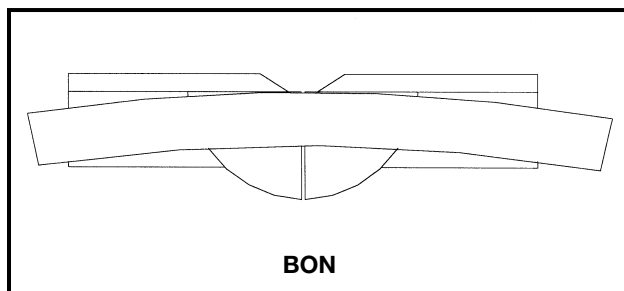

Fig. 39
1. Lors de la coupe de pièces plates, vérifiez d'abord si elles ne sont pas courbées. Si elles le sont, assurez-vous de les placer sur la table comme l'illustre la fig. 39.